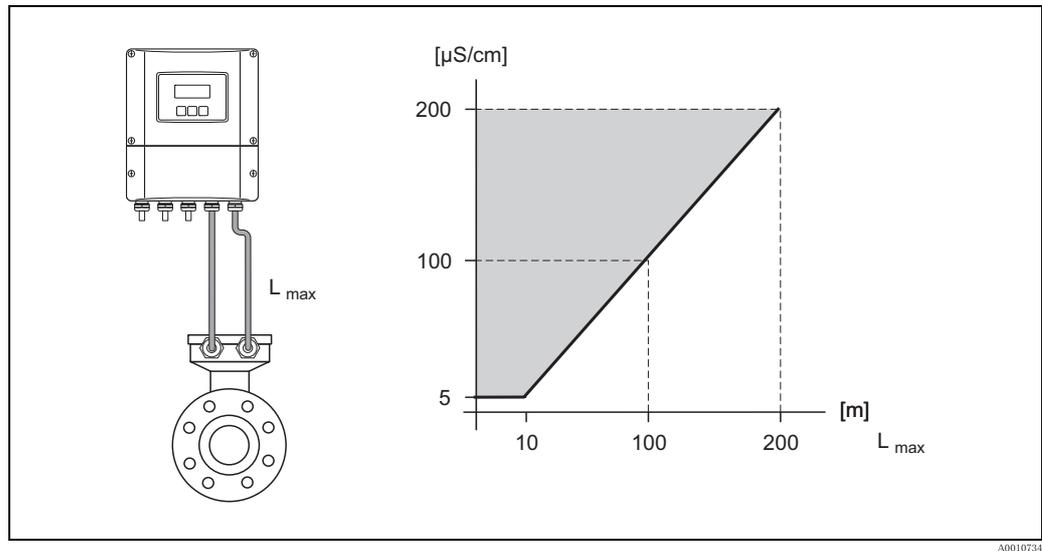

図 16 : 分離型変換器の許容ケーブル長さ
- 許容ケーブル長さ (L_{max}) は流体導電率によって決まります (→図 16)。純水の計測には、導電率が $20 \mu\text{S/cm}$ 以上必要です。導電率が $5 \mu\text{S/cm}$ 以上あればほとんどの流体を計測することができます。